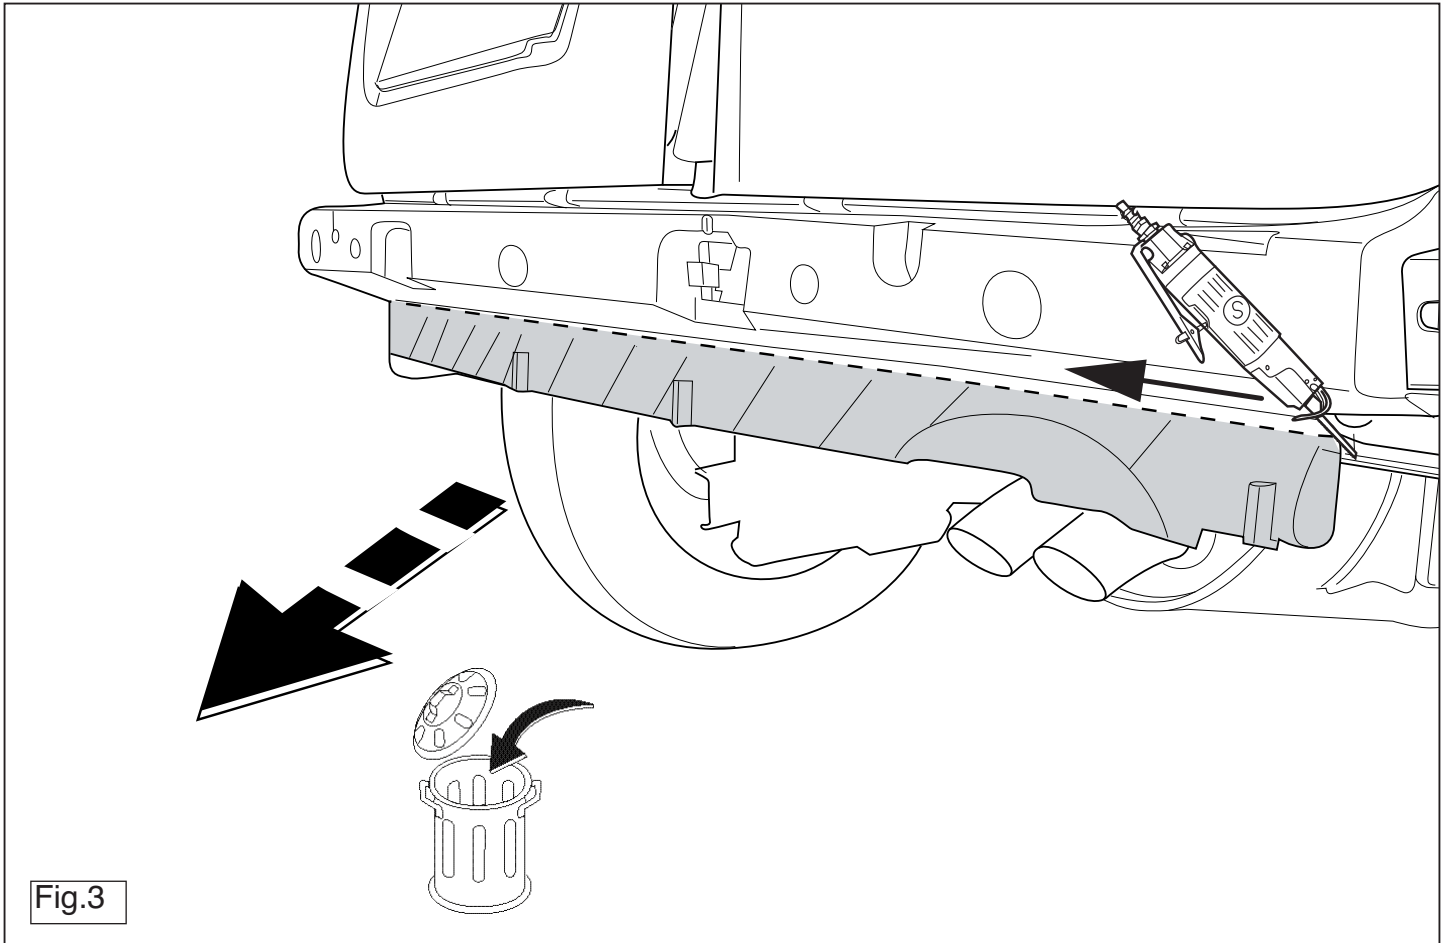

Fig.3
4. **Для автомобилей Be Bop/Express Compact:** Выпилить обозначенную часть, как указано на рис. 3.